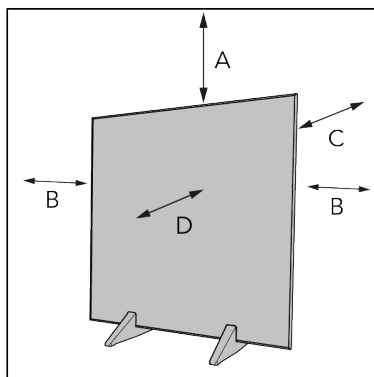

Figure 14.
4. Placez l'appareil en respectant un dégagement minimal (Figure 14) de :